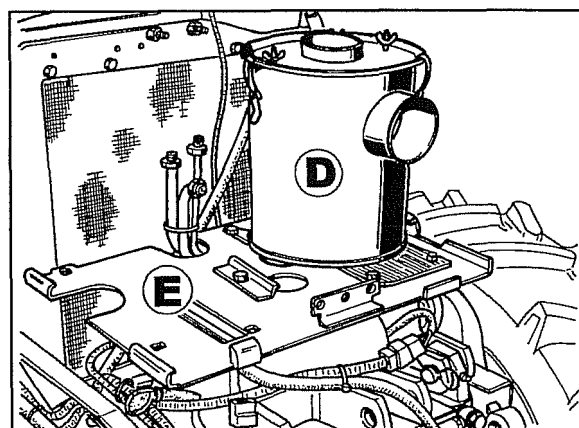

Fig. 7
5. Togliere il filtro completo **D** fig. 7 e il relativo supporto **E** col quale verranno tolti anche l'avvisatore acustico e il cavo di massa della batteria.